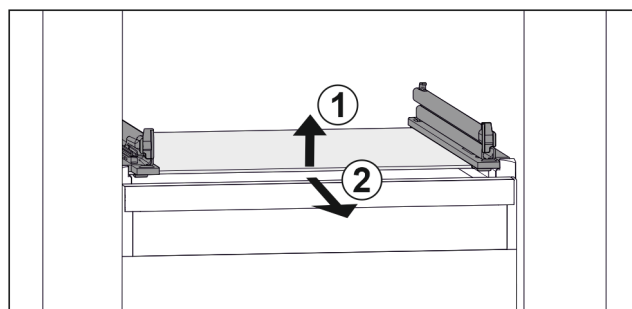

Fig. 63 Příklad znázornění skleněné desky
- ▶ Nadzvedněte skleněnou desku vpředu. Fig. 63 (1)
- ▶ Vyjměte skleněnou desku dopředu. Fig. 63 (2)